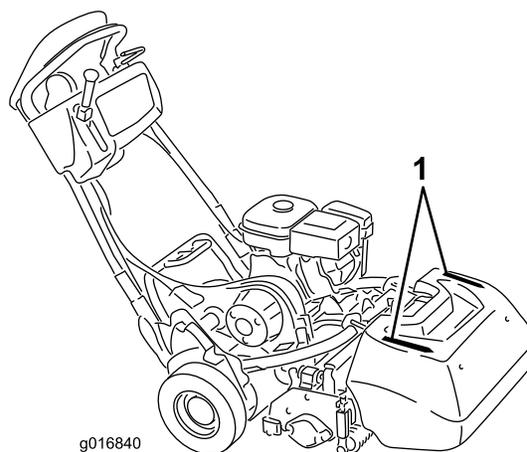

Figura 31
- Para ayudar a mantener una línea recta a través del green y mantener la máquina a la misma distancia de la pasada anterior, utilice las señales de alineación del recogedor (Figura 31).